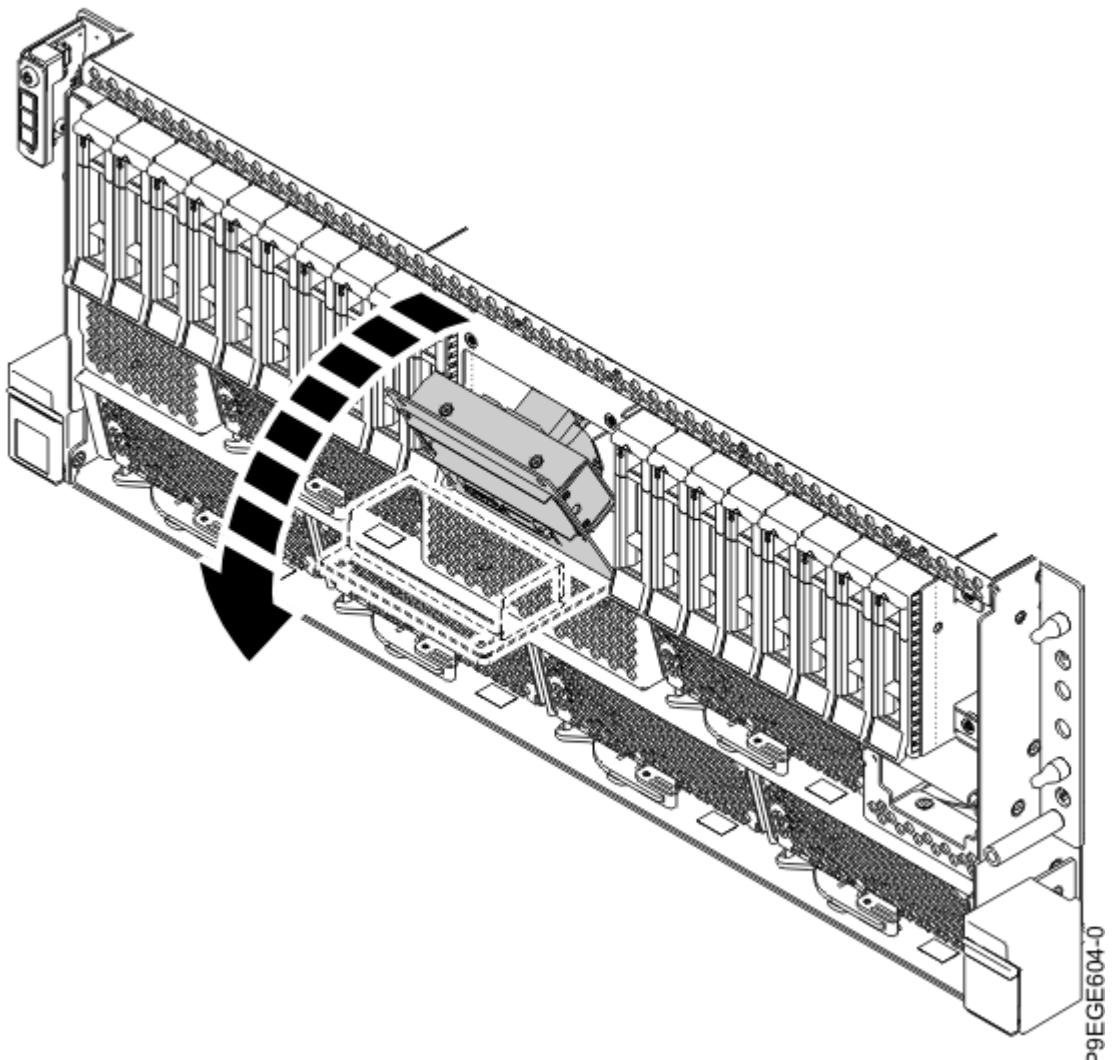

図 113. ラック・マウント型システムのコントロール・パネル・ディスプレイ・ホルダーのオープン
8. ラック・マウント型システムの場合、コントロール・パネル・ディスプレイ・ホルダーを開きます（118 ページの図 113 を参照）。